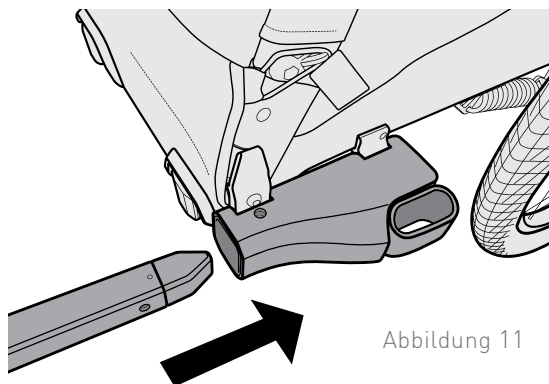

Abbildung 11
1. Schieben Sie die Zugstange in den Schnellaufnahme, bis der Haupt-Sicherungsstift in der Zugstange einrastet (Abbildung 11).